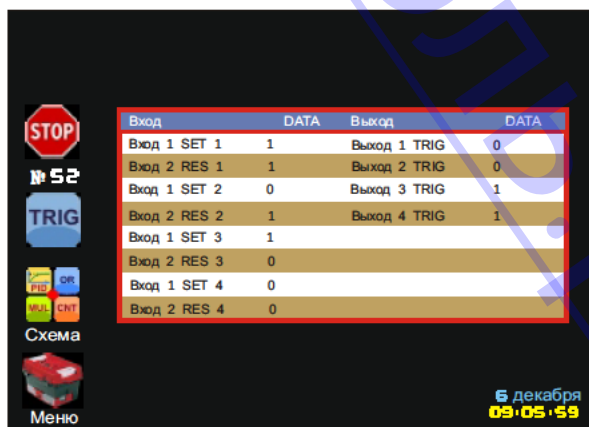

Рис. 76. Меню "Процесс" (Блок "Триггер").
9.3.13 В меню **Процесс** блок Триггер представлен в виде таблицы, в которой находится информация о состоянии 8 входов и 4 х выходов блока в данный момент времени (Рис. 76).
9.3.17 В меню **Процесс** блок Регистр представлен в виде таблицы, в которой находится информация о состоянии 8 входов и 4 выходов блока в данный момент времени (Рис. 76).